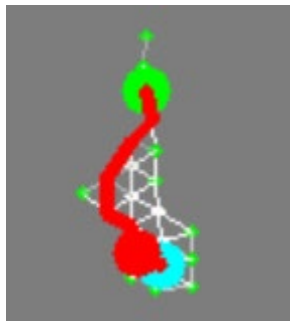

図 47 経路計画を行う GNG_PathPlan ウィンドウ
- ③ Map ウィンドウの占有格子空間地図上をクリックすると目的地が設定され，ルンバが移動を開始する．図 47 のように GNG_PathPlan ウィンドウの水色の丸い部分がルンバの現在位置を示し，赤色の丸い部分が次に移動する場所を示し，赤い線が経路計画を示し，緑色の丸い部分が目的地に最も近い部分を示す．また，目的地に灰色の未知環境領域を指定していた場合，目的地に最も近いノードを目的地として経路計画を行う．